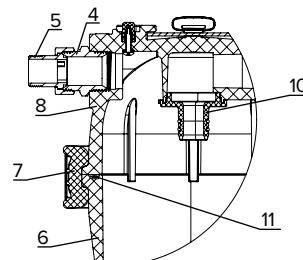

Рис. 2. Разрез по месту соединения коллектора и стакана
- Отсоедините быстросъемные соединения (3), отвернув накидные гайки.
- Снимите водоочиститель с кронштейна (1), слейте из него излишки воды (около 2 литров); поставьте водоочиститель в подходящую емкость и, открутив гайку-барашек (9), снимите крепежный хомут (7) с корпуса.
- Снимите коллектор (8) и отсоедините фильтрующий модуль, стянув его с центрального штуцера (10) (рис. 2).
- При замене модуля промойте водой внутренние поверхности коллектора (8), стакана (6) и резиновое кольцо (11) (рис. 2).